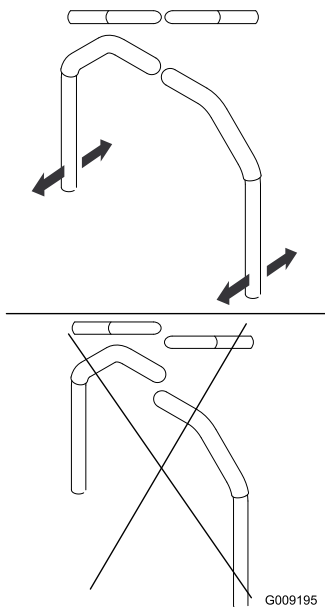

Bild 78
4. Richten Sie die Hebel in Längsrichtung aus. Bringen Sie die Hebel zuerst in der Neutral-Stellung zusammen und schieben Sie die Hebel dann so lange, bis sie ausgefluchtet sind. Ziehen Sie dann die Schrauben an (Bild 78).